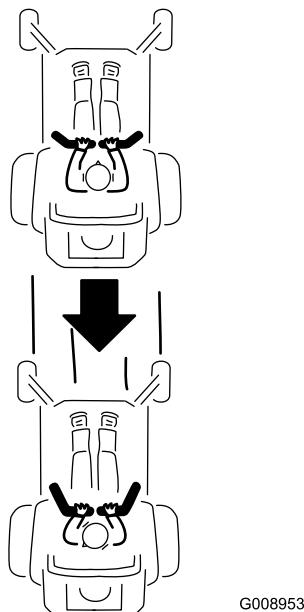

Figura 25
- Para ir hacia atrás, tire lentamente de las palancas de control de movimiento hacia atrás (Figura 25).